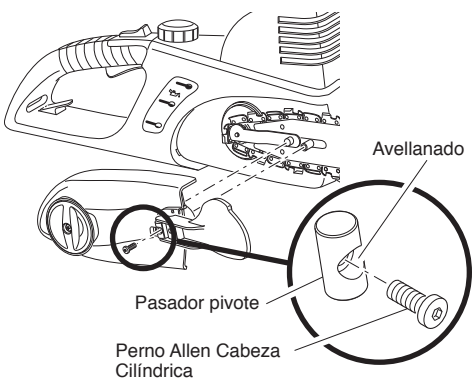

Figura 18 - Inserción del tornillo de la tapa del cabezal inferior en el pasador pivote
4. Coloque la palanca, en posición abierta, sobre la tapa de la rueda dentada (vea la Figura 18).
5. Inserte el tornillo de la tapa del cabezal inferior por la tapa de la palanca y de la rueda dentada. **IMPORTANTE:** El tornillo de la tapa del cabezal inferior debe ser insertado en el agujero avellanado que está en el pasador pivote de la palanca (vea la Figura 18). La palanca no funcionará en forma apropiada si el tornillo de la tapa del cabezal inferior no está instalado correctamente.